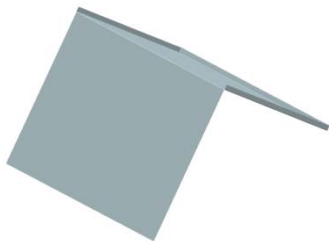

图 11-15 创建弯边特征 3
(8) 在“弯边”对话框中, 单击  按钮, 创建弯边特征 3, 如图 11-15 所示。